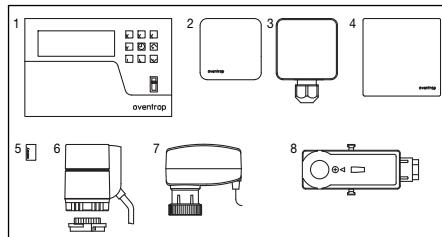

Fig. 5.2 Set di regolazione della temperatura di manda (opzionale)
I posizionamenti del relativo piattello valvola sulla valvola a tre vie è comandato dal servomotore elettrotermico 24 V (0-10V) contenuto nel set di regolazione della temperatura di manda (Codice 115 20 20 Fig. 5.2) per il riscaldamento e il raffrescamento, in funzione delle condizioni meteorologiche (si veda anche il paragrafo 8 Accessori). Il servomotore riceve i segnali da un centralina climatica riscaldamento/raffrescamento. Per evitare una posizione di montaggio verticale verso il basso, il servomotore viene montato sulla valvola a tre vie tramite un adattatore angolare.
Eseguire l'installazione dei componenti contenuti nel set di regolazione della temperatura di manda (vedi Fig. 5.2 e paragrafo 8 accessori) secondo le rispettive istruzioni di montaggio.
- Set di regolazione della temperatura di manda 115 20 20 (vedi Fig. 5.2).